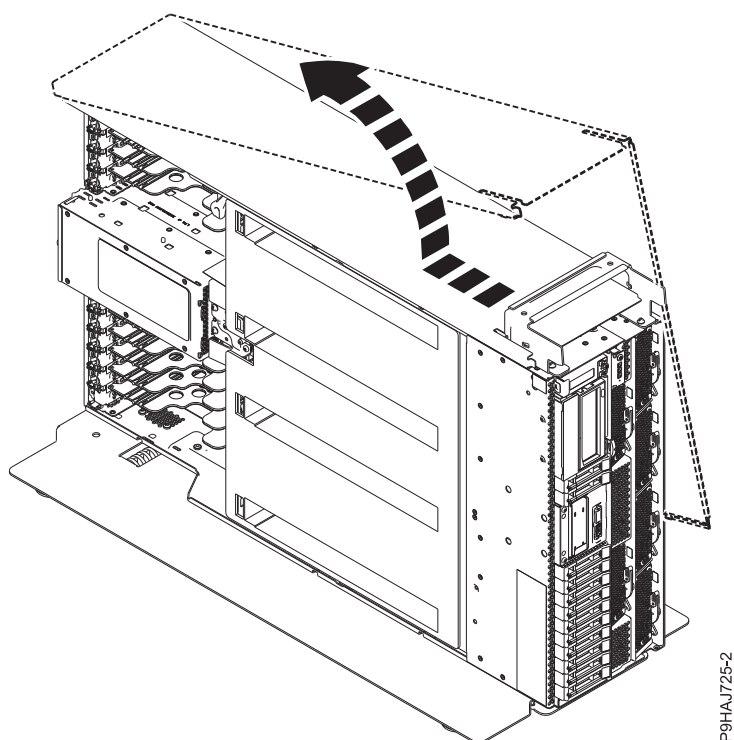

Figura 21. Extracció de la coberta lateral
6. Feu lliscar la coberta lateral fins que surti del sistema en la direcció que es mostra a la Figura 21.